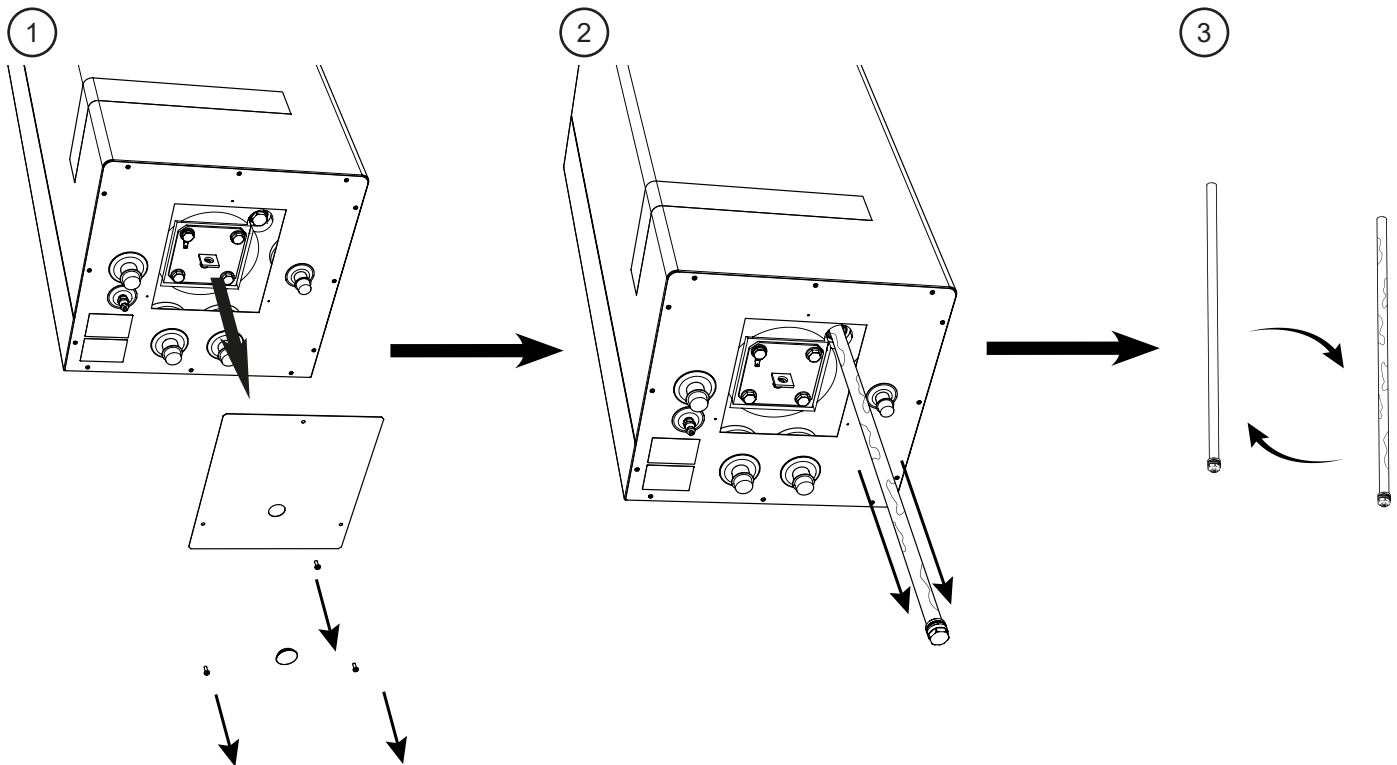

Fig.23 Udskiftning af magnesiumanode i beholderne QM 100, QM 150 BIG.
Udskiftning af magnesiumanode i beholderen QM/ QM BIG (se Fig. 23):
3. Afmontere kabinetets dæksel (Fig. 23 position 1).
4. Ved hjælp af en topnøgle skrues den brugte magnesiumanode ud (Fig. 23 position 2).
5. Udskift den brugte magnesiumanode med en ny (Fig. 23 position 3).